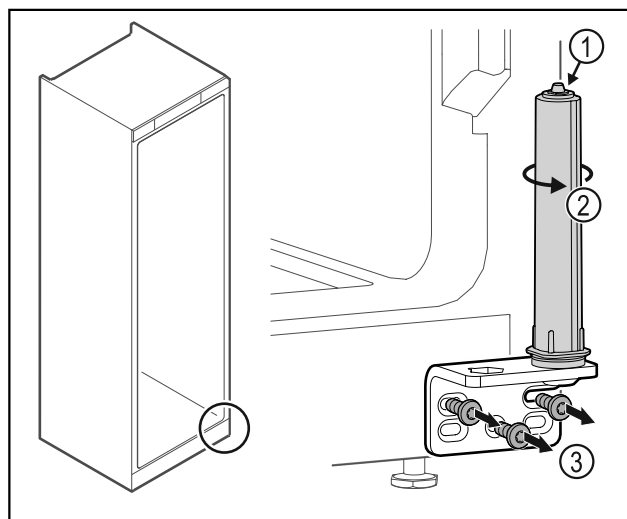

Fig. 38
- ▶ Ne razstavite sistema za zaklepanje vrat Fig. 38 (1).
- ▶ Obračajte zaporni sistem Fig. 38 (2), dokler ne klikne.
- ▶ Odvijte kotnik tečaja vrat Fig. 38 (3).